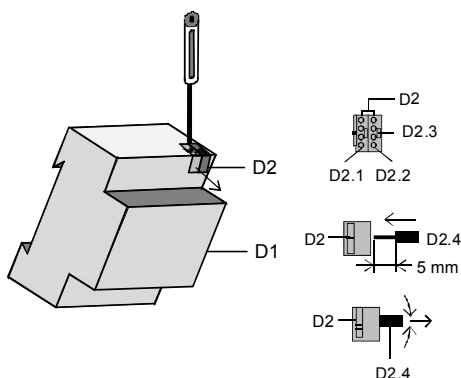

Bild 4 / Figure 4
**Busleitung anschließen und abklemmen:** siehe Bild 4
**Connecting / disconnecting the bus cable:** see figure 4